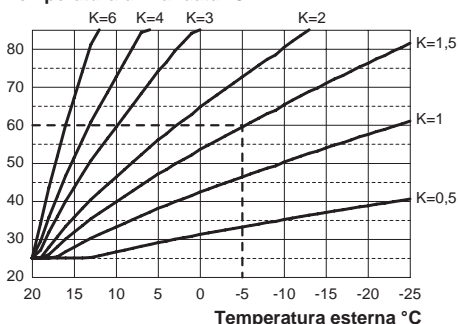

Figura 5.30
Se alla caldaia **È COLLEGATO** il comando remoto riferirsi alla Figura 5.30. In questo caso il settaggio del coefficiente K deve essere fatto da remoto.
Quando si installa la sonda esterna bisogna impostare questo parametro in base al rendimento dell'impianto di riscaldamento per ottimizzare la temperatura di mandata (Figura 5.30).
Es. Per avere una temperatura di mandata all'impianto di riscaldamento di 60°C con una esterna di -5°C si deve settare un K di 1,5 (linea tratteggiata in Figura 5.30).
- Utilizzando i tasti 15 o 16 è possibile modificare il valore del parametro 15 da un minimo di **01** ad un massimo di **60** in base alla curva scelta del coefficiente K in Figura 5.30 (il valore letto sul display corrisponde a valori decimali di coefficienti K).